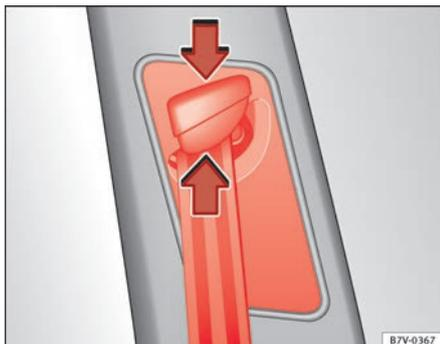

Abb. 15 Neben den Vordersitzen: Gurthöheneinstellung.
- Umlenkeschlag in Richtung der Pfeile zusammendrücken und halten ⇒ Abb. 15.